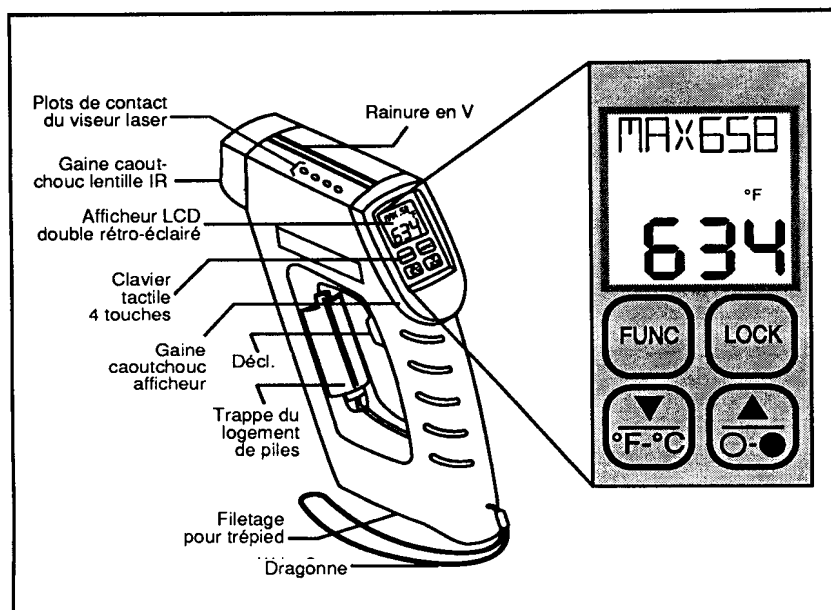

Figure 1-1. Thermomètre infrarouge portable Série OS520 – Vue de face
- 1a. (Sans viseur laser) - Pointer le thermomètre vers la cible à mesurer. Utiliser la rainure en "V" (représentée sur la figure 1-1) qui se trouve sur le dessus du thermomètre pour aligner la cible avec le champ optique du thermomètre. Regarder le long de la rainure en "V" d'un seul œil pour une visée correcte. Actionner le déclencheur et le maintenir enfoncé.